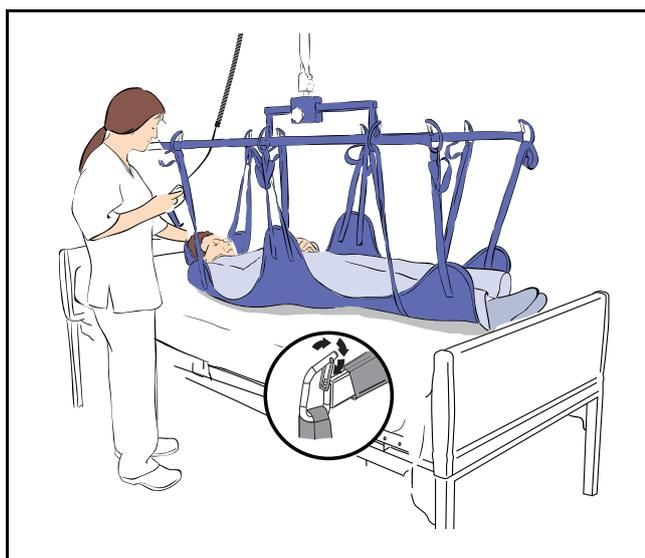

Fig. 13
- 5) Prenda todas as alças da funda de forma segura (consulte a Fig. 13).
**AVISO:** Ao fixar uma funda com alças ao suporte de maca regulável, certifique-se de que as alças são corretamente posicionadas e de que os trincos de segurança estão a prender os ganchos, tal como se mostra na Fig. 13.